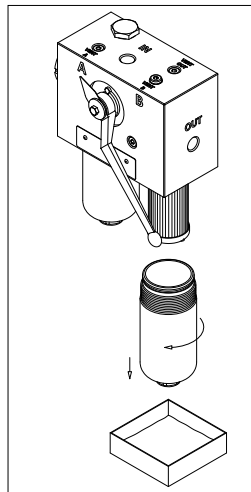

fig. 11
- (Fig. 11) Svitare il contenitore mantenendo il recipiente di raccolta